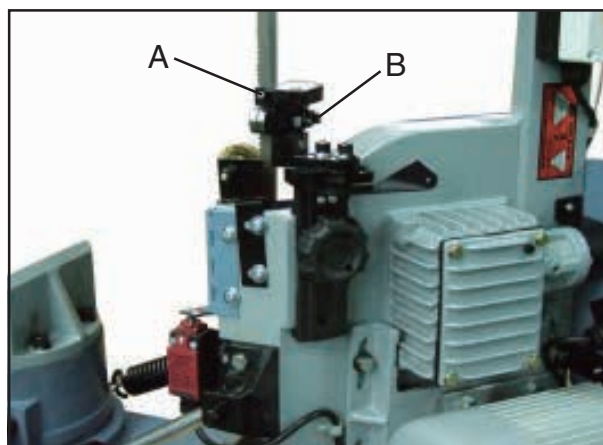

Fig. 12
3. Die Schrauben (A, Fig. 12) lösen und die Hartmetall-Führung so einstellen, dass das Spiel zwischen 0,08 mm bis 0,12 mm beträgt.
4. Die Mutter (B, Fig. 12) lösen und das Führungs-lager mittels dem Exenter einstellen. (0,05 mm).